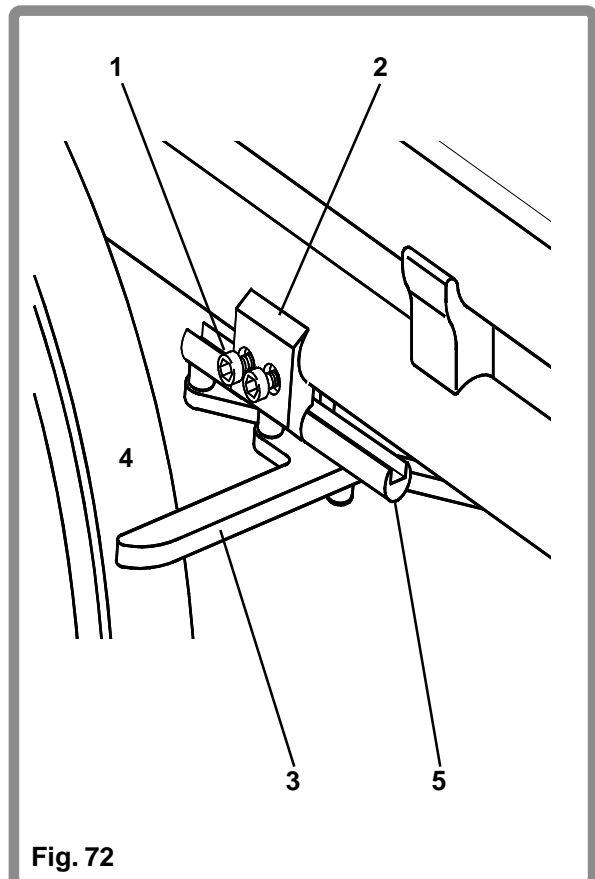

Fig. 72
Voor het afstellen van de laag gemonteerde remmen, dienen de twee 5 mm bevestigingsmoeren (1), afwisselend tussen de twee moeren, met een $\frac{1}{4}$ slag per keer, los gedraaid te worden, totdat de klem (2) over de framebuis kan schuiven. Bij een correcte afstelling drukt de rempen (3), in vergrendelde toestand, ongeveer 4 mm in de band (4). Wanneer u de correcte afstelling bereikt heeft, draait u de bevestigings-schroeven, met een $\frac{1}{4}$ slag per keer, vast op een aanhaalmoment van 8-10Nm (Fig. 72).